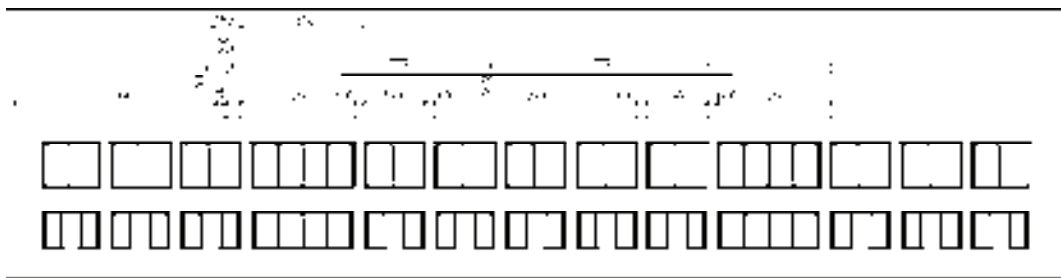

图 15-147 绘制屋顶造型轮廓线
16) 绘制屋顶造型轮廓线。调用“直线”命令、“偏移”命令及“修剪”命令，绘制屋顶造型轮廓线，结果如图 15-147 所示。